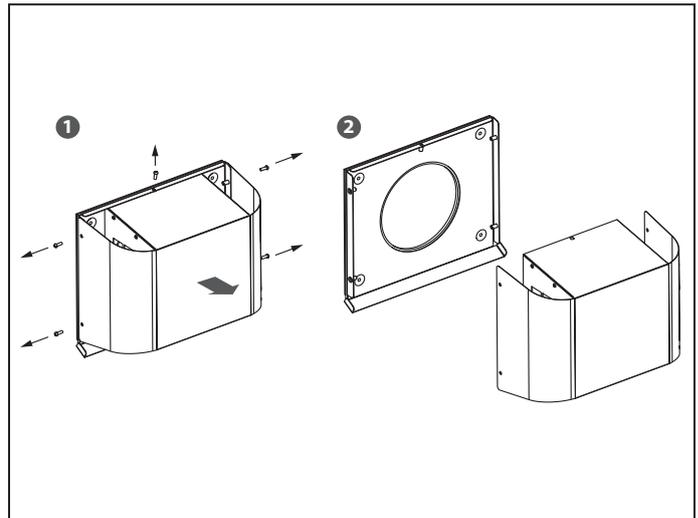

Рис. 27.
- Рис. 27 – для моделей VENTO Ergo A50 S Pro и VENTO Ergo A50-1 S Pro.